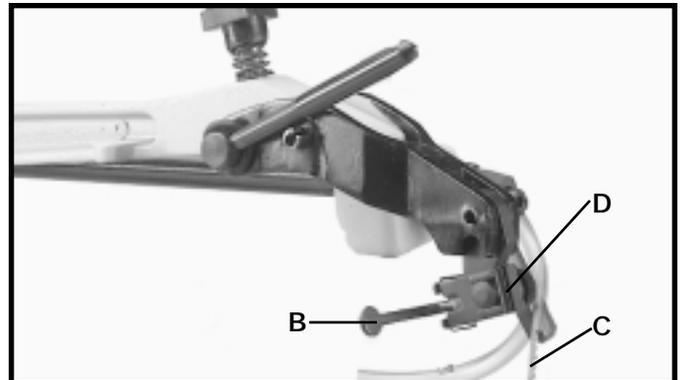

Fig. 4
3. Poussez le levier de verrouillage (B) fig. 4, vers l'arrière, comme il est illustré. Ceci dégage automatiquement la lame (C) du porte-lame supérieur (D).